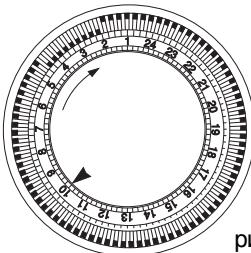

рис.5
- Посмотрите сколько времени показывают ваши часы. Предположим, что сейчас 10 часов, поверните диск с цифрами программатора по часовой стрелке до совмещения цифры 10 с указателем  нанесенным на переднюю панель (рис.5).